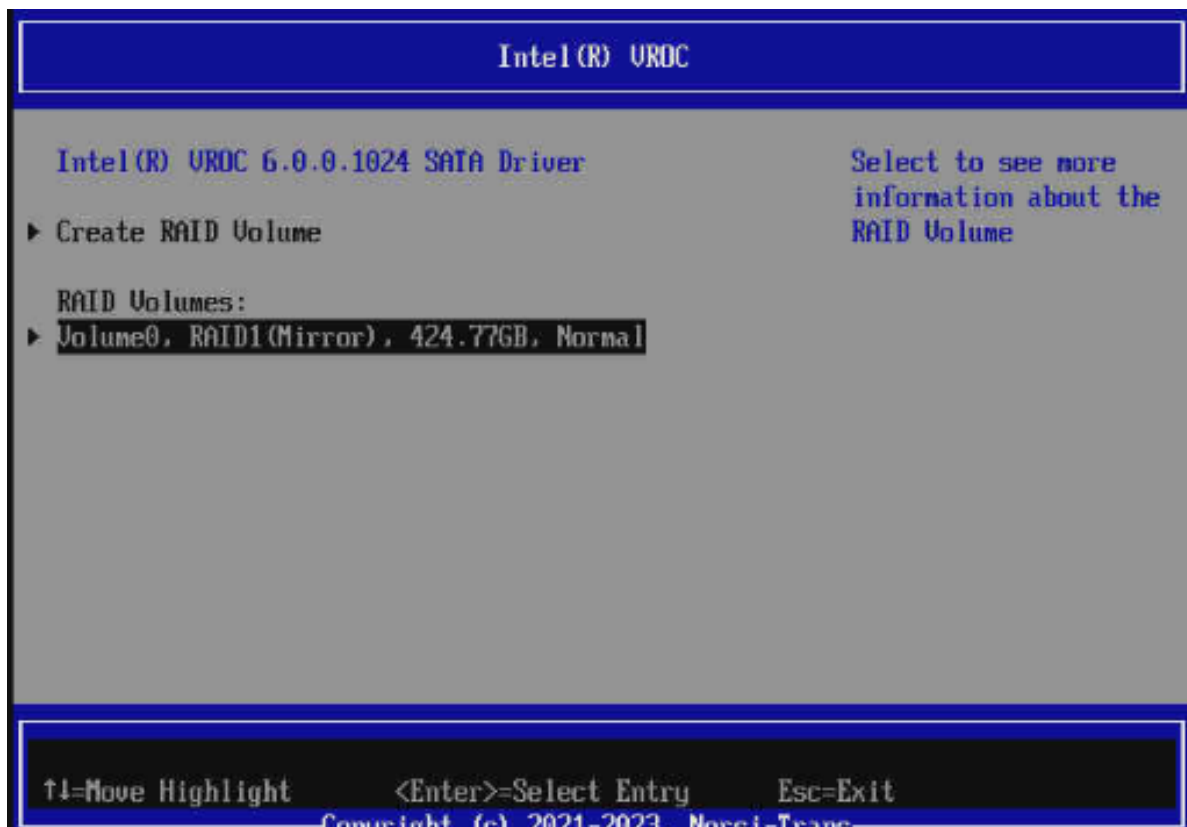

Рис. 84. Меню Intel (R) VROC с готовым массивом
- 9) После проделанных действий сохраняем конфигурацию нажатием кнопки «F10». Окно показано на рис. 84 Меню Intel \(R\) VROC с готовым массивом